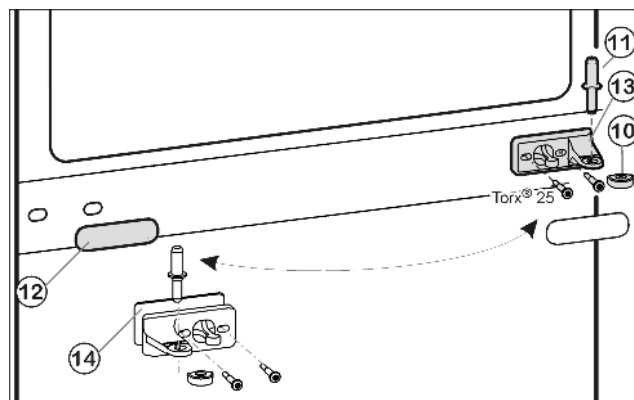
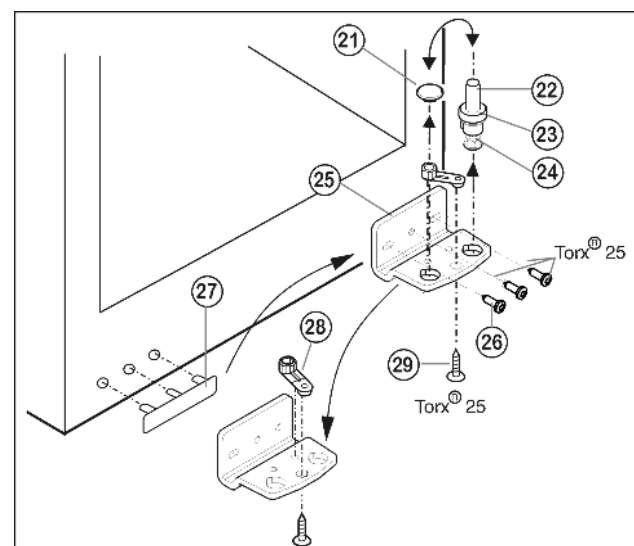

Fig. 5
Fig. 6
- Вытащите из опорного кронштейна и нижней дверцы средний опорный винт Fig. 5 (11).
- Снимите пластмассовый колпачок Fig. 5 (10).
- Открутите средний опорный кронштейн Fig. 5 (13) (2 шт. Torx® 25).
- Осторожно снимите накладку Fig. 5 (12).
- Прикрутите средний опорный кронштейн Fig. 5 (13) с подкладкой Fig. 5 (14) с поворотом на 180° на новую сторону шарнира (с моментом 4 Нм).
- Защелкните накладку Fig. 5 (12), повернув на 180°, на стороне, где теперь будет ручка.
- Извлеките опорный винт Fig. 6 (22) в комплекте с шайбой Fig. 6 (23) и регулируемой опорой Fig. 6 (24), вытягивая его вверх.
- Снимите пробку Fig. 6 (21).
- Открутите Fig. 6 (26) опорный кронштейн Fig. 6 (25).
- Открутите Fig. 6 (29) опорную деталь Fig. 6 (28) и, переставив в отверстие на противоположной стороне опорного кронштейна, снова прикрутите.
- Осторожно снимите и переставьте на противоположную сторону крышку со стороны ручки Fig. 6 (27).
- Снова прикрутите опорный кронштейн Fig. 6 (25) на новой стороне шарнира (с моментом 4 Нм). При необходимости используйте аккумуляторный шурупверт.
- Переставьте пробку Fig. 6 (21) в свободное отверстие.
- Вновь установите опорный винт Fig. 6 (22) в комплекте с шайбой и регулируемой опорой. При этом фиксатор должен быть направлен назад.
- ▶ Установите нижнюю дверцу сверху на нижний опорный винт Fig. 6 (22).
- ▶ Снова наденьте пластмассовый колпачок Fig. 5 (10) на средний опорный кронштейн Fig. 5 (13).
- ▶ Вставьте средний опорный винт Fig. 5 (11) на новой стороне шарнира через средний опорный кронштейн Fig. 5 (13) в нижнюю дверцу.
- ▶ Установите верхнюю дверцу на средний опорный винт Fig. 5 (11).
- ▶ При необходимости выровняйте дверцы через два продольных паза в нижнем опорном кронштейне Fig. 6 (25) и среднем опорном кронштейне Fig. 5 (13) параллельно корпусу устройства. Для этого выкрутите средний винт на нижнем опорном кронштейне Fig. 6 (25).